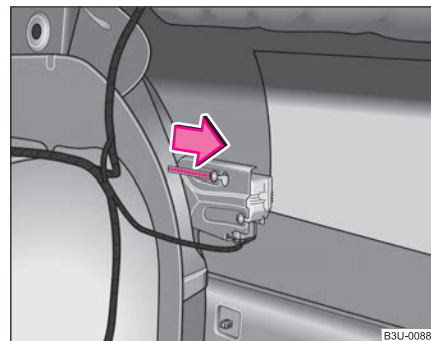

Fig. 171 Maletero: Desbloqueo de emergencia de la tapa del depósito
- Estire de la varilla de bloqueo en la dirección de la flecha para desbloquear la tapa del depósito ⇒ fig. 171.